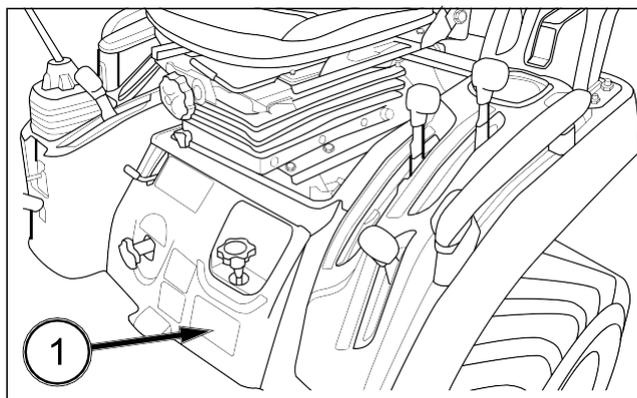

FIG. 2-1
FIG. 2-1 y 2-2: Placa de identificación (1) situada bajo el asiento del conductor. La placa de identificación contiene la información relativa a la homologación, como el tipo, el modelo, el número CE, el número de identificación, el peso total admitido y el peso máximo que se puede remolcar.